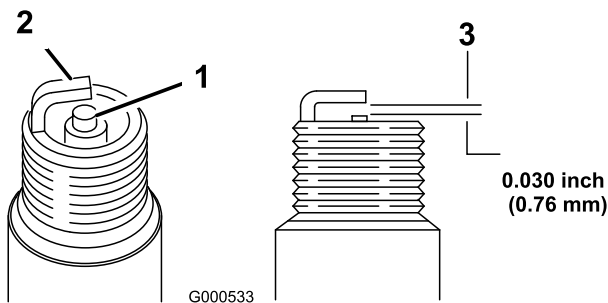

Bild 45
1. Sehen Sie sich die Mitte der Zündkerzen an (Bild 45).
2. Prüfen Sie den Abstand zwischen der mittleren und der seitlichen Elektrode (Bild 45) und biegen Sie die seitliche Elektrode, wenn der Abstand falsch ist.